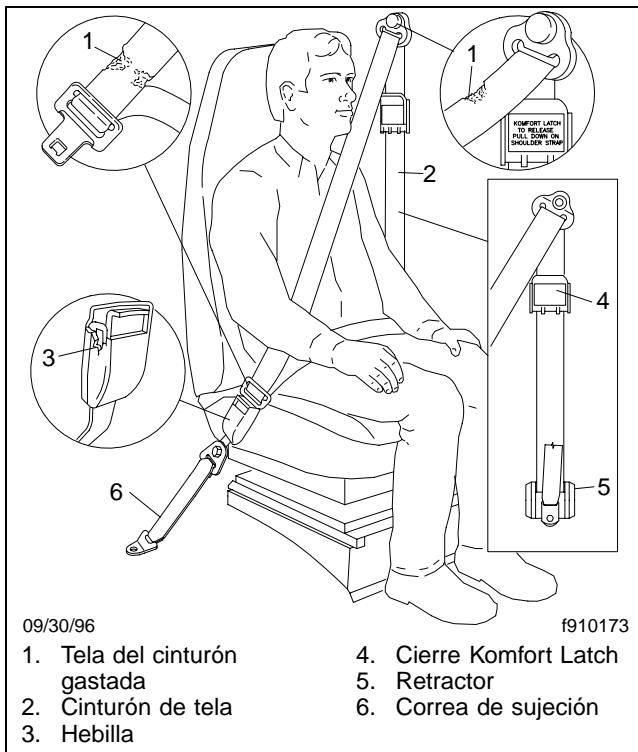

Figura 9.11, Revisión de los cinturones de seguridad
29. Revise los cinturones de seguridad y correas de sujeción (si así está equipado). Vea la **Figura 9.11**.